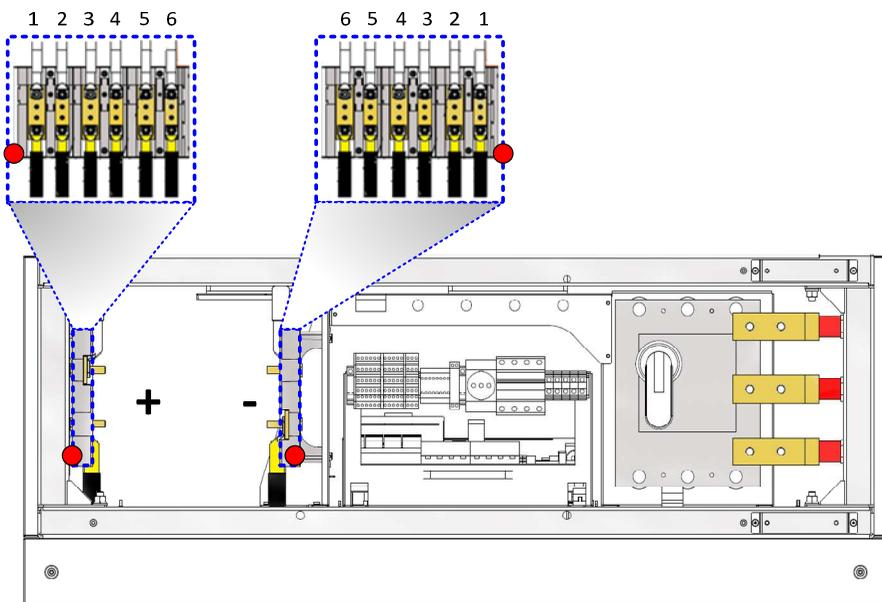
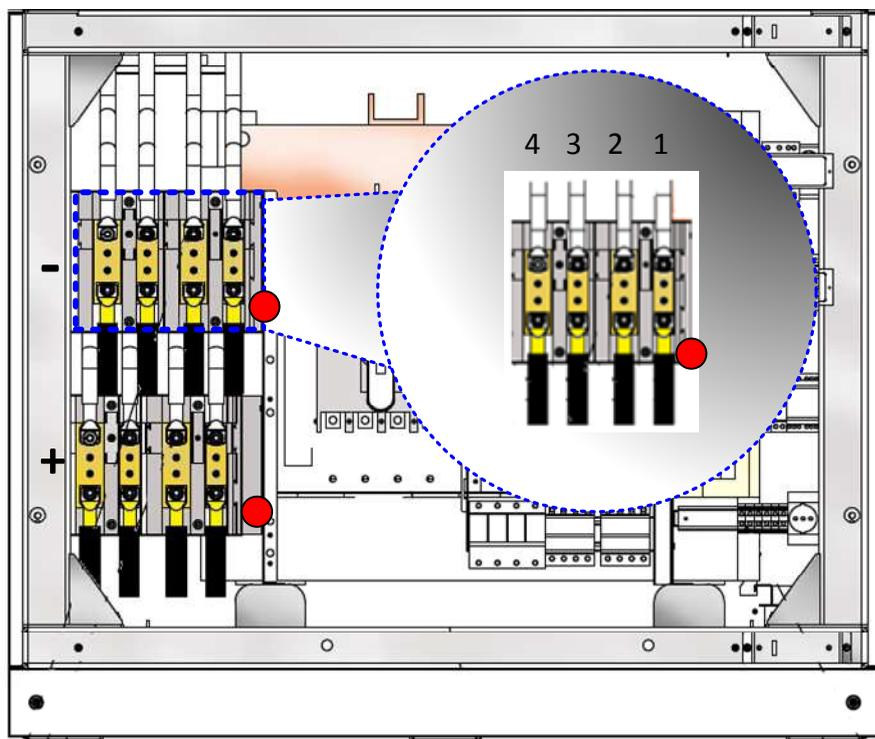

Figura 11-1: Collegamento dei cavi DC (versioni con potenza $\geq 275\text{kW}$ o senza Trasformatore)
Figura 11-2: Collegamento dei cavi DC (versioni con Trasformatore $\leq 220\text{kW}$)
- ➔ Figura 11-1 o Figura 11-2) rispettando le giuste polarità.